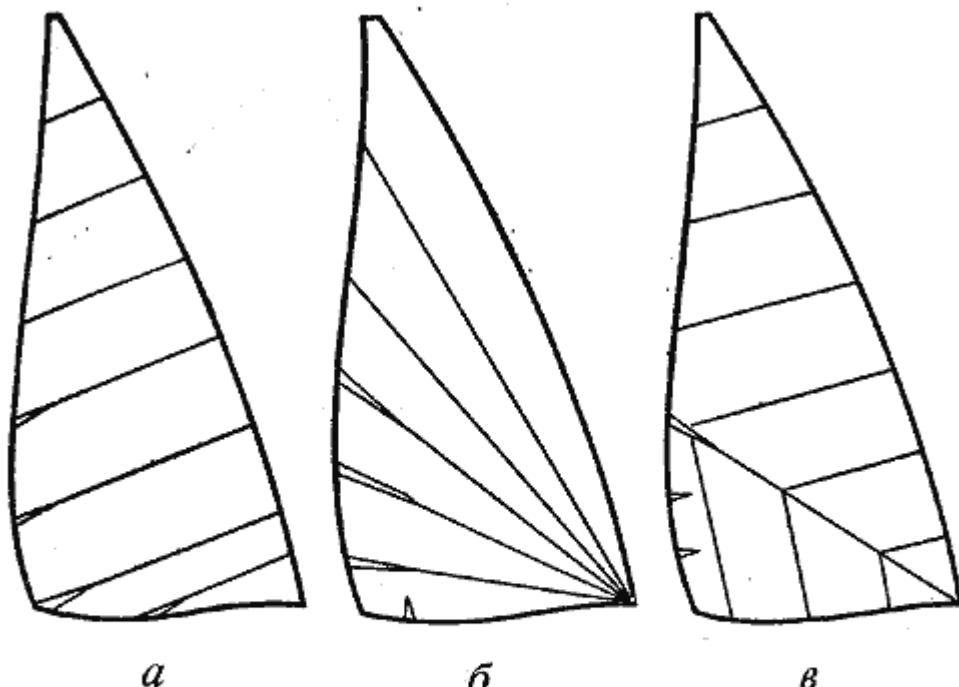

Рис. 7. Закрой по швам. Устойчивость положения наибольшей стрелки профиля паруса обеспечивается сужением полотнищ к передней и нижней шкаторинам:
- четвертый — такое расположение полотнищ относительно шкаторин, при котором «пузо» образуется при вытягивании ткани по косой нитке (см. рис. 7 б и в).
Закрой по полотнищам особенно эффективен при раскрое грота с горизонтальным расположением полотнищ, так как ткань подходит к передней шкаторине под удобным углом. Именно по этой причине паруса, выкроенные подобным образом, обычно имеют шов, идущий точно в галсовый угол — именно здесь закрой максимально важен для придания нужной формы. При ином расположении полотнищ для образования полноты в нужном месте применяют вытачки (рис. 7), однако тогда в месте окончания вытачек могут появиться небольшие